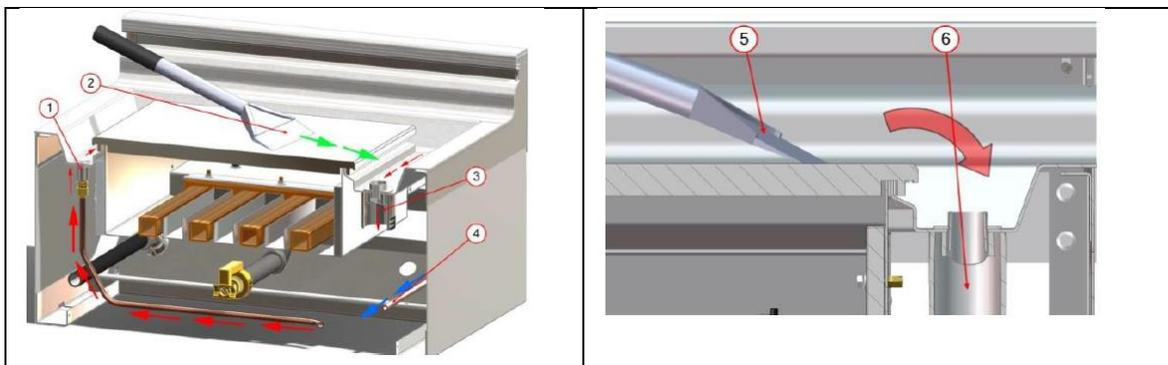

Fig17
- Pour effectuer un grattage sur plaque chrome, positionner le grattoir (fig17 Rep2) à plat comme sur la figure 17.
- Evacuer les déchets par le tube de vidange (Fig17 Rep6).